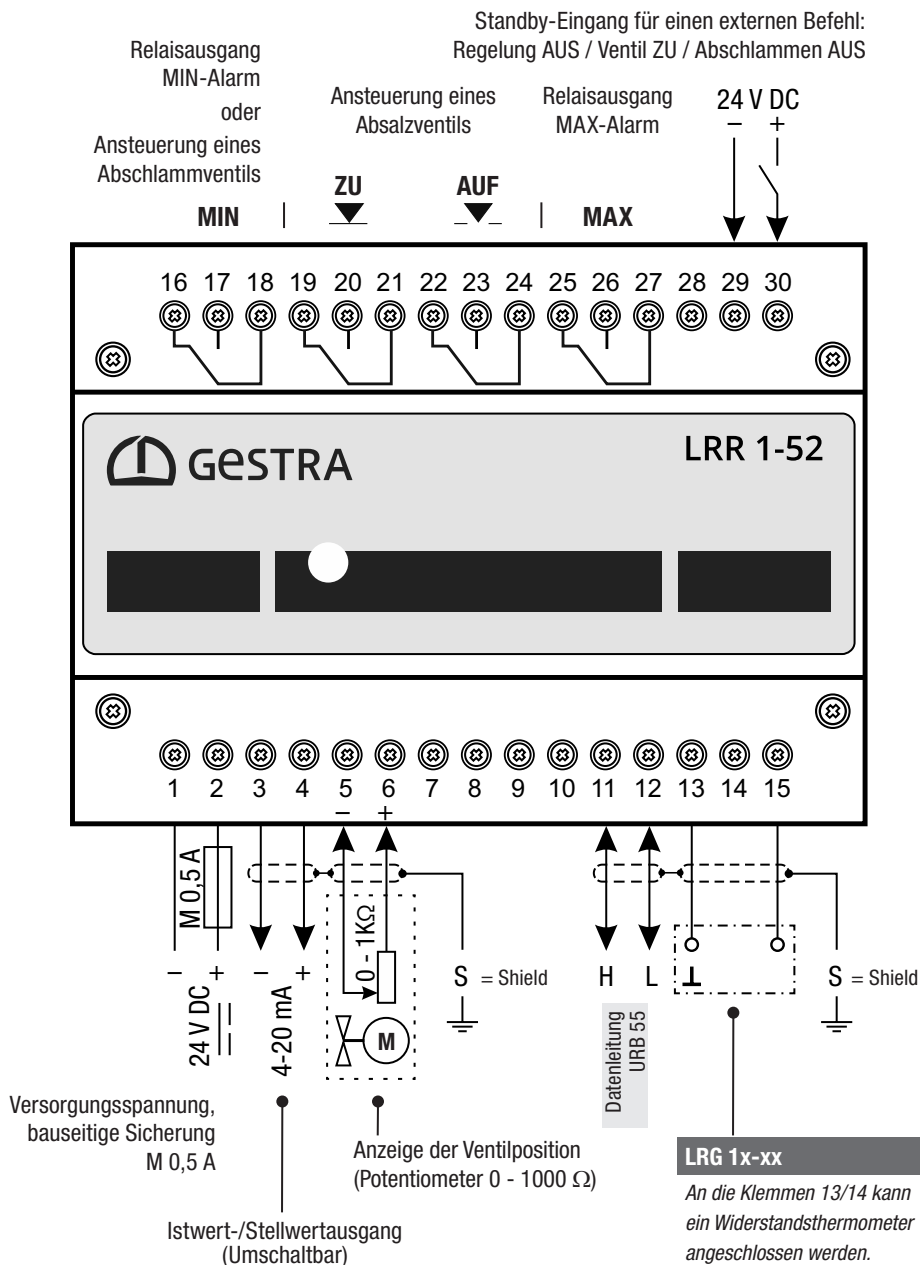
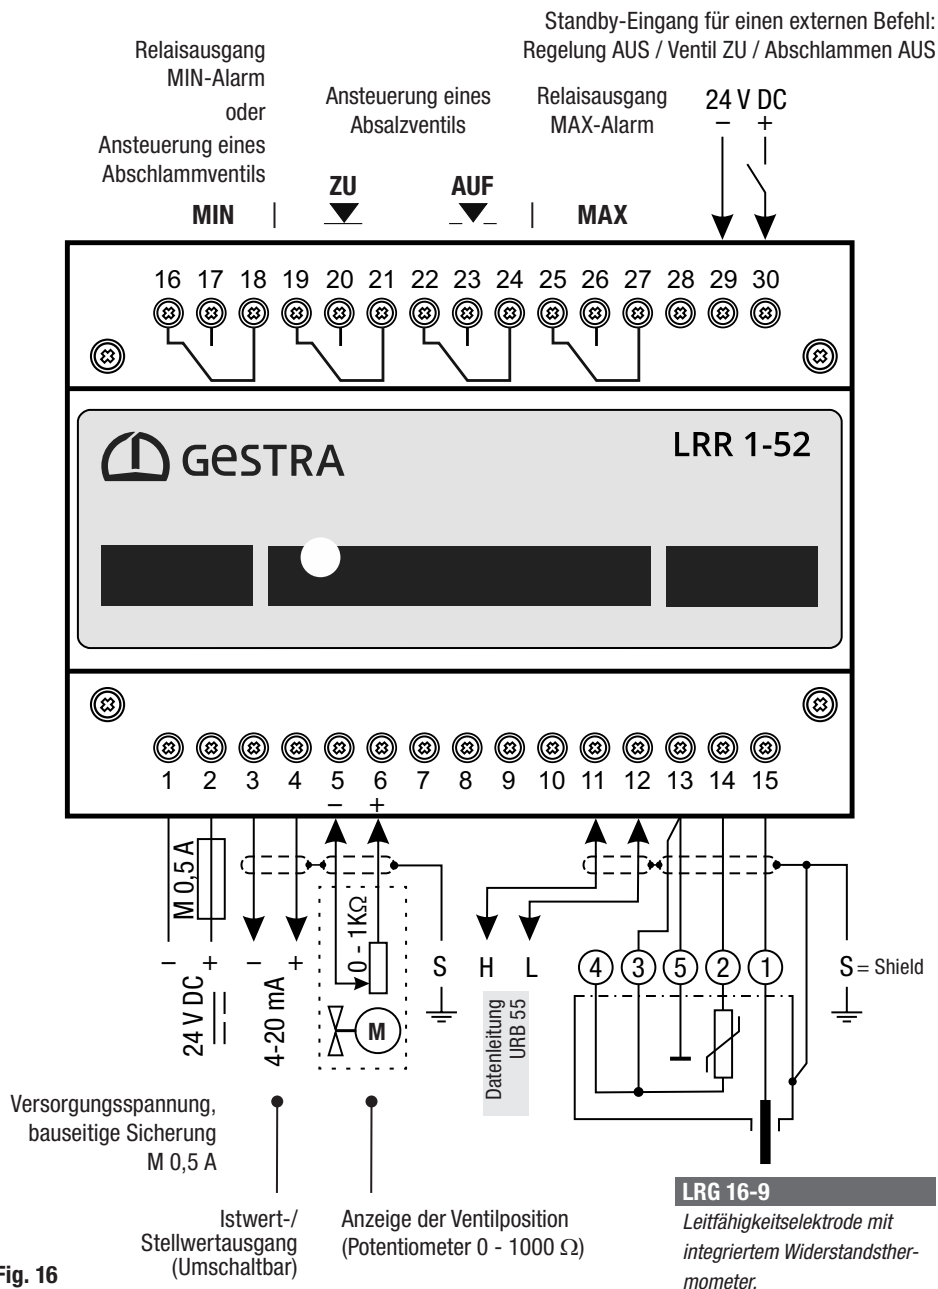
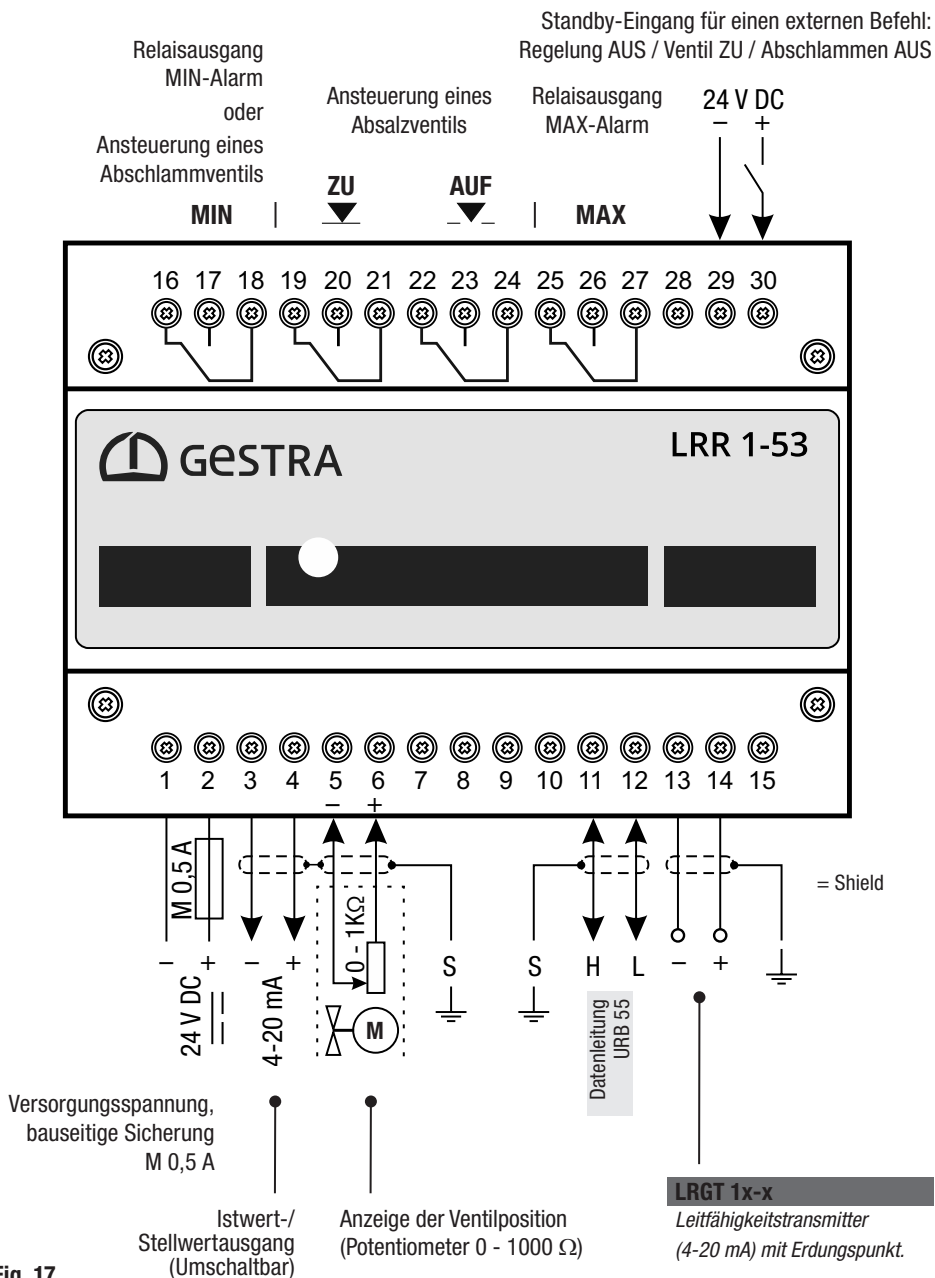

Fig. 15
Fig. 16
Fig. 17
- Schließen Sie den Leitfähigkeitsregler und alle zugehörigen Komponenten gemäß dem Anschlussplänen **Fig. 15** bis **Fig. 17** in dieser Anleitung an.
- Schließen Sie die Ausgänge gemäß den Anschlussplänen **Fig. 15** bis **Fig. 17** an.
- Schließen Sie die Leitfähigkeitselektrode gemäß den Anschlussplänen **Fig. 15** bis **Fig. 16** an.
- Für den Anschluss an den Leitfähigkeitsregler LRR 1-52 entfernen Sie bitte den Stecker und belegen Sie die Klemmleiste gemäß den Anschlussplänen **Fig. 15** bis **Fig. 16**.
- Schließen Sie den Leitfähigkeitstransmitter gemäß dem Anschlussplan **Fig. 17** an.
Für die Verbindung der Geräte wird ein vorkonfektioniertes Steuerkabel mit Buchse mitgeliefert, Belegung der Klemmleiste gemäß den Anschlußplänen **Fig. 15** bis **Fig. 17**.
- Belegen Sie die Klemmleiste gemäß den Anschlußplänen **Fig. 15** bis **Fig. 17**.